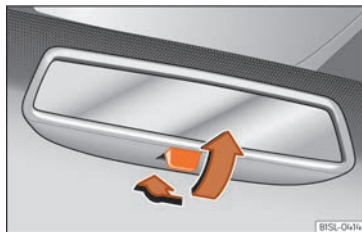

Abb. 87 Manuell abblendbarer Innenspiegel.
- Zum Abblenden des Rückspiegels, Hebel nach hinten ziehen »» Abb. 87.